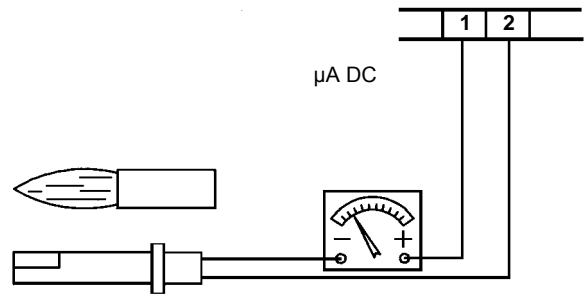

Fig. 30
- Examen y limpieza cuidadosa de la fotoresistencia de control de llama, si fuera necesario sustituirla. En caso de duda verificar la señal de encendido de la célula, después de haber puesto en funcionamiento el quemador, siguiendo el esquema en Fig. 30.
Para medir la señal de detección seguir el esquema de la Fig. 30. Si la señal no tiene los valores indicados verificar los contactos eléctricos, la limpieza de la cabeza de combustión, la posición de la fotoresistencia y eventualmente sustituir esta última.